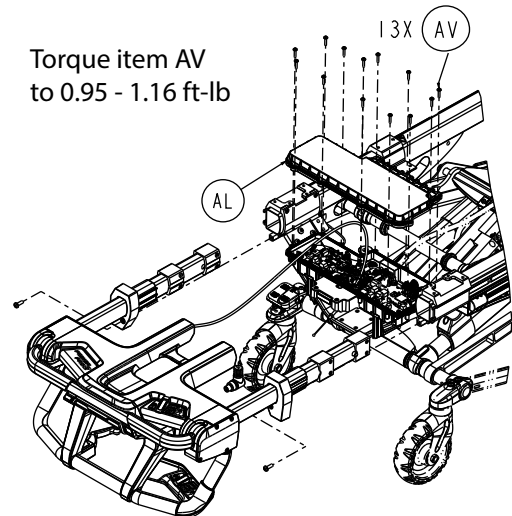

Figure 99 – Retirer les vis du boîtier FEIB
9. À l'aide d'une clé Torx T20, retirer les treize vis de taraudage à tête ronde à embase (AV) qui fixent le boîtier supérieur FEIB (AL) au boîtier inférieur FEIB (Figure 99). Conserver les vis.